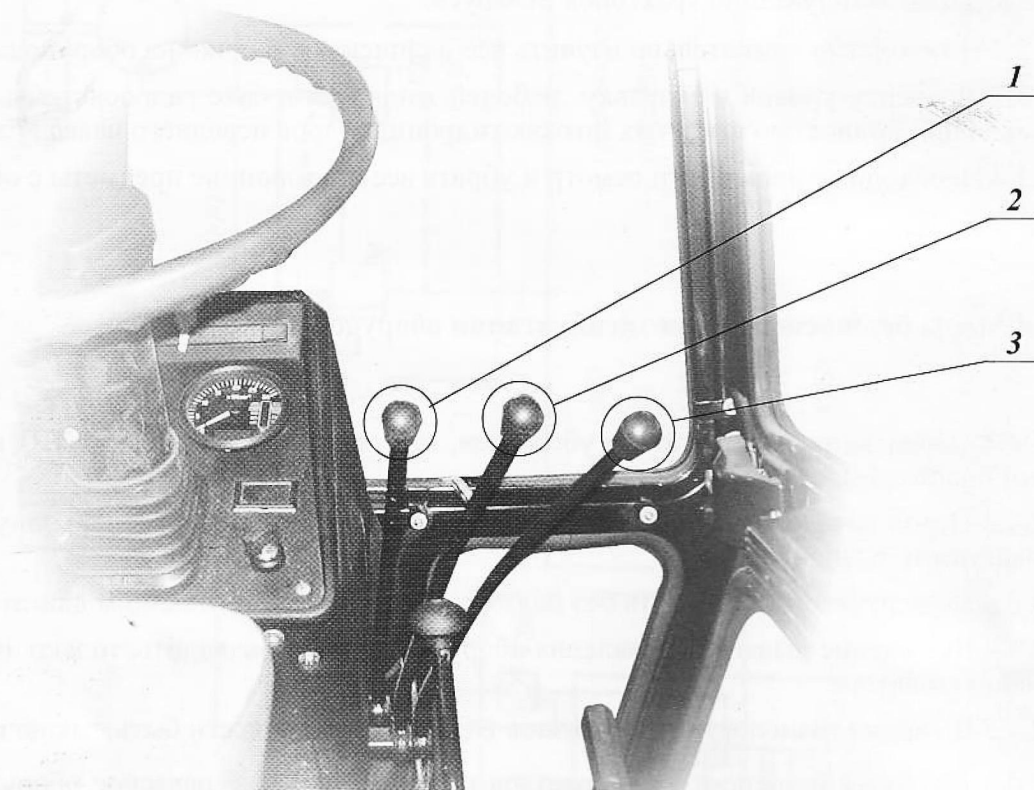

Рис. 8
2.5.1 Управление передвижением переднего и заднего навесного оборудования производится распределителем гидросистемы базового трактора (*Рис.8*).